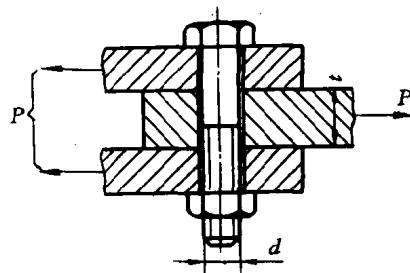

图 1-10
10. 一螺栓联接结构如图 1-10 所示, 承受最大拉力  $P = 1200\text{ (N)}$ , 螺栓材料为 30 号钢, 其许用剪应力为  $[\tau] = 80\text{ (MPa)}$ , 试确定螺栓直径  $d$ 。